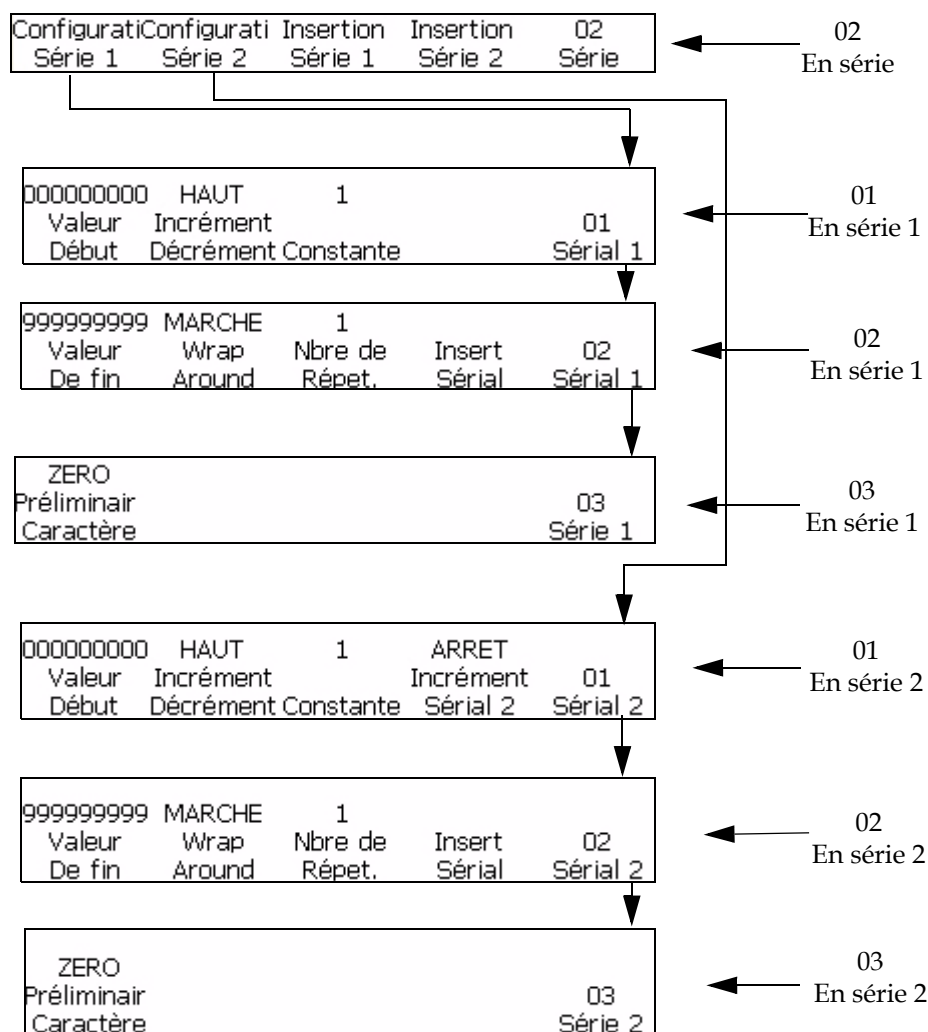

Figure 5-32: Fenêtre <02 Serial>
- 1 Commencer dans la Fenêtre <01 En série 1> (01 Editer > 02 Editer - Insertions > 01 Insertion - Sérialiseur > 01 En série > 02 En série - Config. En série 1 > 01 En série 1). Voir Figure 5-32 à la page 5-38.
- 10 Appuyer sur la touche F5 pour passer à la Fenêtre <02 En série 1>. Voir Figure 5-32 à la page 5-38.